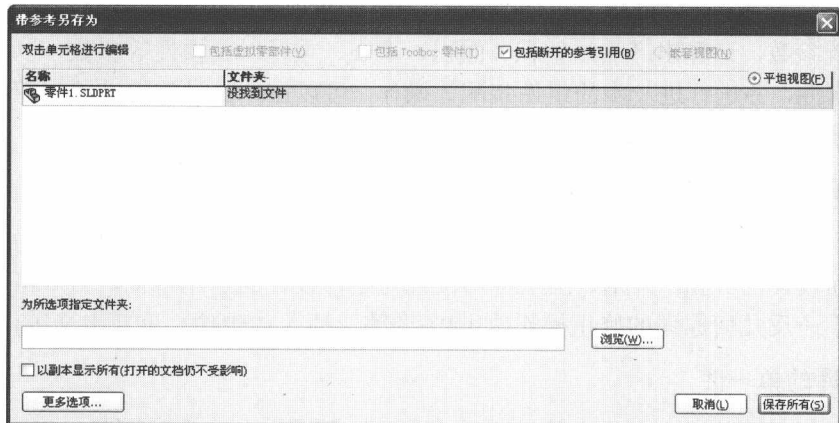

图 1-11 【带参考另存为】对话框
- 参考：单击该按钮，可以打开【带参考另存为】对话框，用于设置当前文件参考的文件清单，如图 1-11 所示。